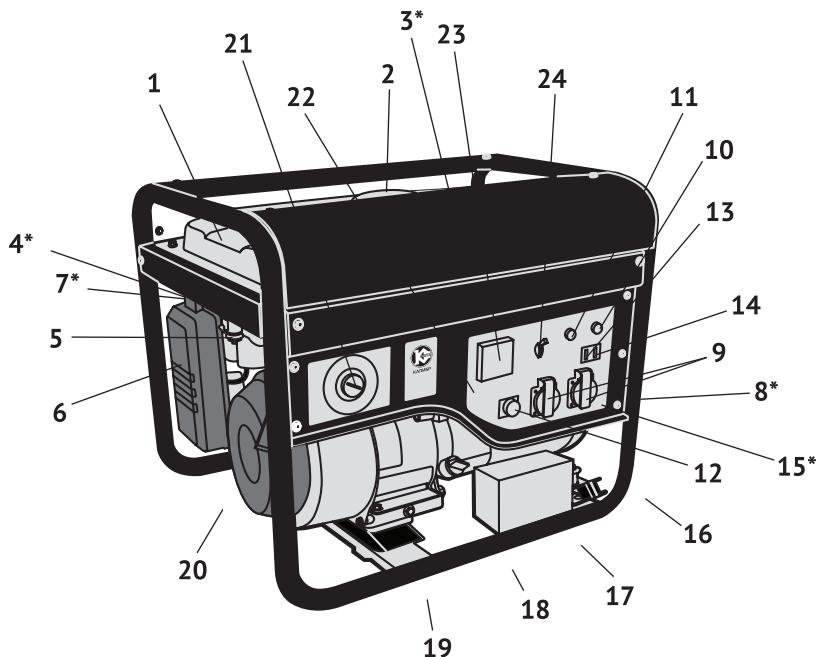

рис.1
Коленчатый вал, приводимый во вращение возвратно-поступательными движениями поршня двигателя, передаёт крутящий момент на вал якоря генератора. Передача осуществляется через коническое сопряжение ротора генератора и вала двигателя. При этом образуется самоцентрирующаяся трёхпорная схема соединения. С обмоток статора генератора напряжение подводится: через систему стабилизации на розетки переменного тока 220В (рис.1 поз.9) или через выпрямительный блок на розетку постоянного тока (рис.1 поз.14).
2.4 Общий вид бензогенератора представлен на рис.1
Соединение автоматического блока управления с бензогенератором производится специальным кабелем, подключаемым к разъёму (рис.1 поз.12) на панели управления (рис.1 поз.22) бензогенератора.
3.2 Бензогенератор оснащён одноцилиндровым четырёхтактным двигателем внутреннего сгорания с верхним расположением клапанов и нижним расположением коленчатого вала. Верхнее расположение клапанов снижает теплонапряжённость двигателя. При этом достигается более высокая выходная мощность в меньшем рабочем объёме при эффективном сгорании топлива. Двигатель имеет карбюраторную систему питания. Смазка осуществляется разбрызгиванием масла в картере. Пуск двигателя осуществляется или ручным трошковым возвратным стартёром (рис.1 поз.20) или ключом замка зажигания (рис.1 поз.21) электрического стартёра.
3.4 Двигатель и генератор закреплены на трубчатой раме (рис.1 поз.16) через амортизаторы, что снижает вибрацию аппарата и уменьшает уровень шума при работе. Все элементы бензогенератора имеют удобный доступ для обслуживания и ремонта.
4.2.3 Обеспечение требований электробезопасности: Эксплуатация бензогенератора должна производиться в строгом соответствии с требованиями «Правил техники электробезопасности при эксплуатации электроустановок». Электрическая сеть подключения потребителей относится к системе с изолированной нейтралью, предусматривающей защитное заземление открытых токопроводящих частей корпуса. В зависимости от местных условий (состав грунта, его влажность и т.п.) изменяется качество заземления. Во всех случаях защитное заземление должно иметь сопротивление не более 4-х Ом. Во время работы бензогенератора его клемма заземления (рис.1 поз.15) должна быть подсоединенна к заземлителю. Практически это требование может быть реализовано следующими способами: